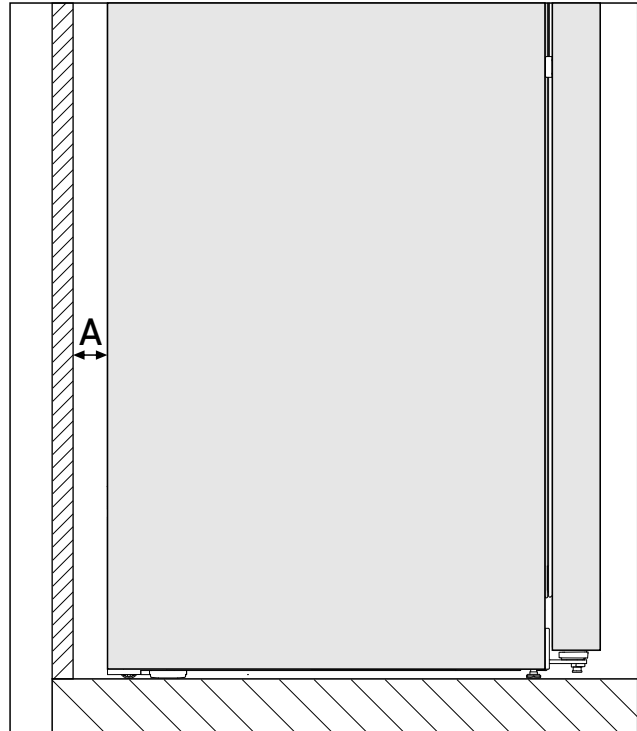

Fig. 3 \*
Потребление электроэнергии определено при расстоянии Fig. 3 (A) между задней стенкой устройства и стеной помещения. Расстояние до стены помещения менее Fig. 3 (A) не влияет на функциональность устройства, но незначительно увеличивает потребление электроэнергии устройства.